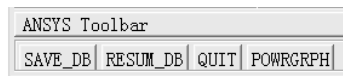

图 4-82 工具条
(5) 在“Contact Component or Part no.”后选择“1”；在“Target Component or Part no.”后选择“2”（以上操作表示在甲球和乙球之间设置面面自动接触），然后单击“Apply”按钮，又弹出“Contact Parameter Definitions”窗口。
(6) 单击“Contact Parameter Definitions”窗口中的“OK”按钮，又弹出“Contact Options”窗口。
(7) 在“Contact Component or Part no.”后选择“1”；在“Target Component or Part no.”后选择“3”，然后单击“Apply”按钮，再次弹出“Contact Parameter Definitions”窗口。
(8) 单击“Contact Parameter Definitions”窗口中的“OK”按钮，再次弹出“Contact Options”窗口，在“Contact Component or Part no.”后选择“2”，在“Target Component or Part no.”后选择“3”，然后单击“OK”按钮。
(9) 单击操作界面左上角工具条中的“SAVE_DB”按钮（见图 4-82），保存文件。